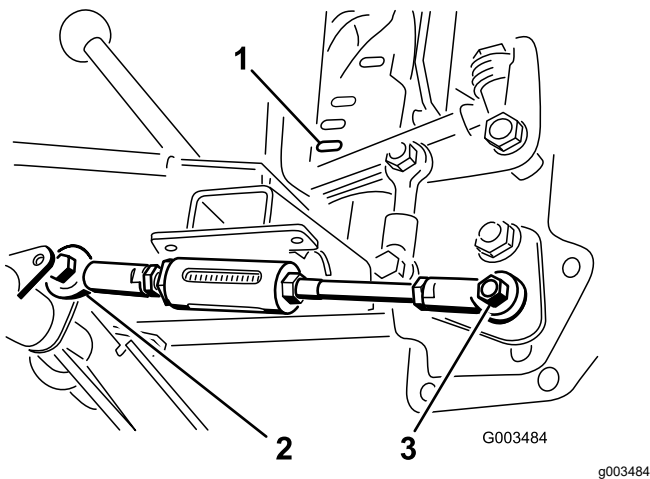

Figure 8
- Déplacez le levier de levage jusqu'à ce que le trou dans la rotule soit aligné sur le trou du côté droit du levier de tige réglable sur le tube de pivot, et fixez la tige au levier à l'aide d'un boulon (½ x 1½ po) et d'un contre-écrou (½ po), comme montré à la Figure 8.